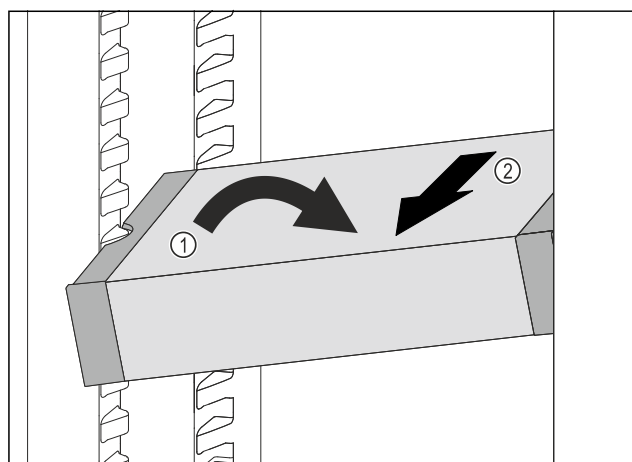

Fig. 132
- ▶ Расположите VarioSafe в холодильном отделении под наклоном. Fig. 132 (1)
- ▶ Извлеките VarioSafe движением вперед. Fig. 132 (2)